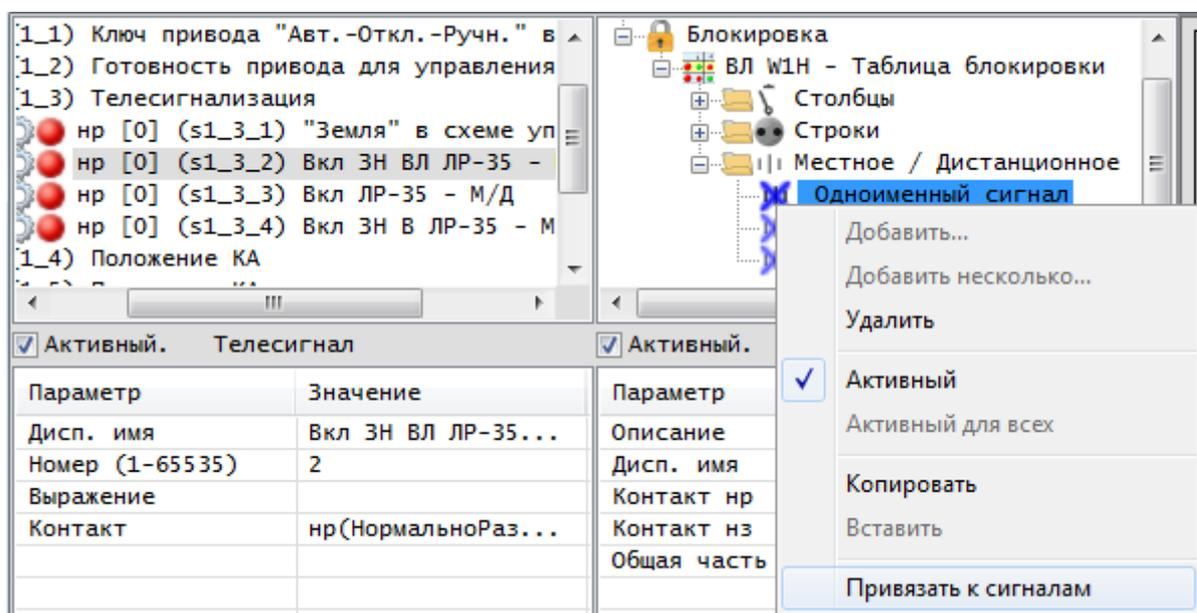

Рис. 6.40. «Мастер» привязки к сигналам компонентов «Одноименные сигналы».
- В контекстном меню компонента выбрать пункт «Привязать к сигналам» (смотрите Рис. 6.40);